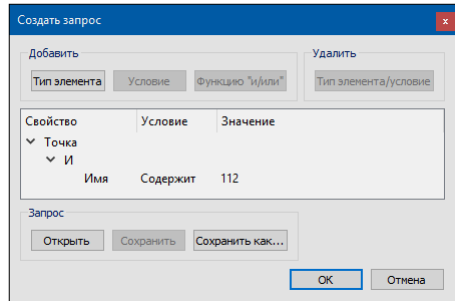

Рис. 7.4
4. Найти точку с именем 112 можно командой меню **Правка/Найти**. В окне параметров в строке **Запрос** выберите *Задан* (двойным кликом по строке). В появившемся окне **Создать запрос** нажмите кнопку **Тип элемента**. Поиск будем производить по свойству-**Точка**, условие поиска **Имя** содержит **112** (рис. 7.4):
Для ускорения выбора объекта классификатора можно использовать поиск по имени или по коду: ввести слово (порой достаточно нескольких букв) или код в строке **Объект классификатора** (рис. 7.4) и нажать <Enter>